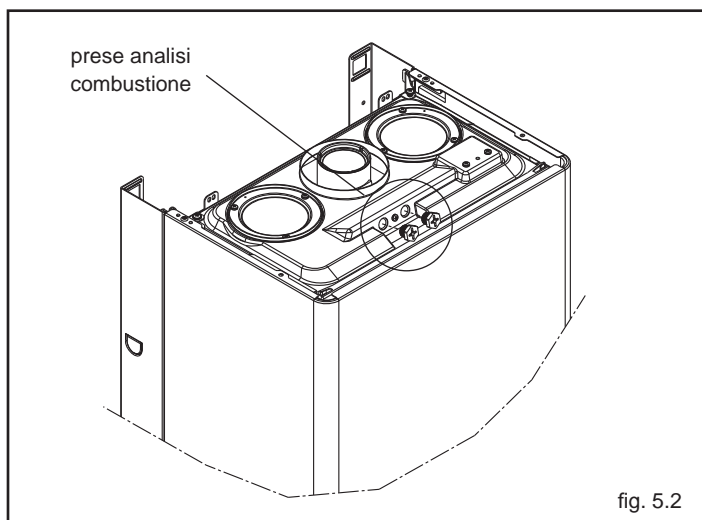

fig. 5.2
- inserire le sonde dell'analizzatore nelle posizioni previste sulla cassa aria, dopo aver rimosso i tappi a vite (fig. 5.2)